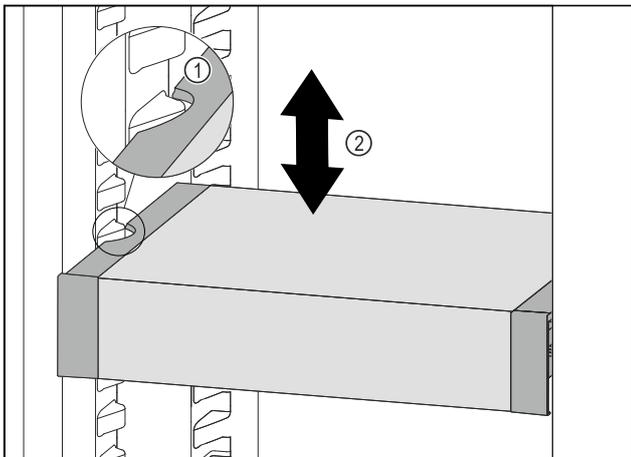

Fig. 56
- ▶ VarioSafe nach vorne ziehen, bis sich die seitlichen Aussparungen des VarioSafes auf Höhe der Behälterrippe im Kühlteil befinden. Fig. 56 (1)
- ▶ VarioSafe im Kühlteil nach oben oder unten bewegen, bis gewünschte Höhe erreicht ist. Fig. 56 (2)